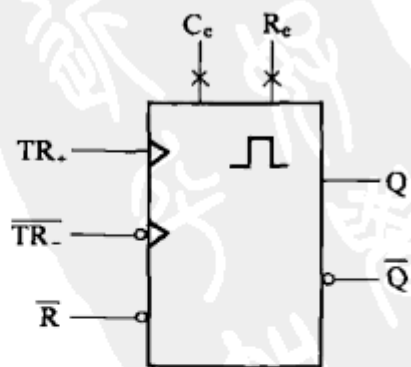

图 8-22
(1) 单稳态触发器电路符号如图 8-22 所示。单稳态触发器一般具有两个触发端：上升沿触发端 TR_+ 和下降沿触发端 TR_- ；具有两个输出端： Q 端和 \overline{Q} 端，其输出信号互为反相。另外还具有清零端 \overline{R} ，外接电阻端 R_e ，外接电容端 C_e 。在单稳态触发器 TR 端输入一个触发脉冲，其输出端即输出一个恒定宽度的矩形脉冲，该矩形脉冲的宽度由外接定时元件 R_e 和 C_e 的大小决定。表 8-7 为单稳态触发器真值表。